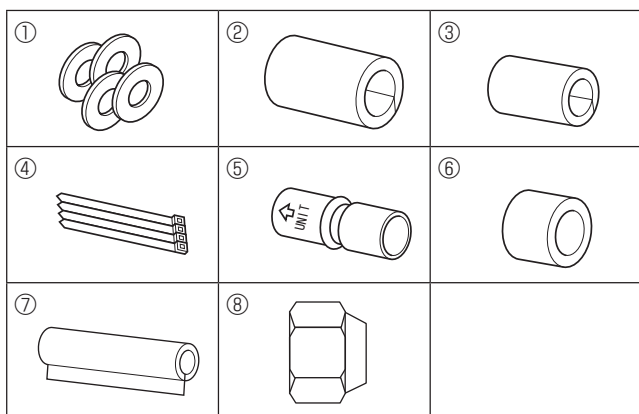

Fig. 3-1
3.1. Provjerite pribor za unutarnju jedinicu (Fig. 3-1)